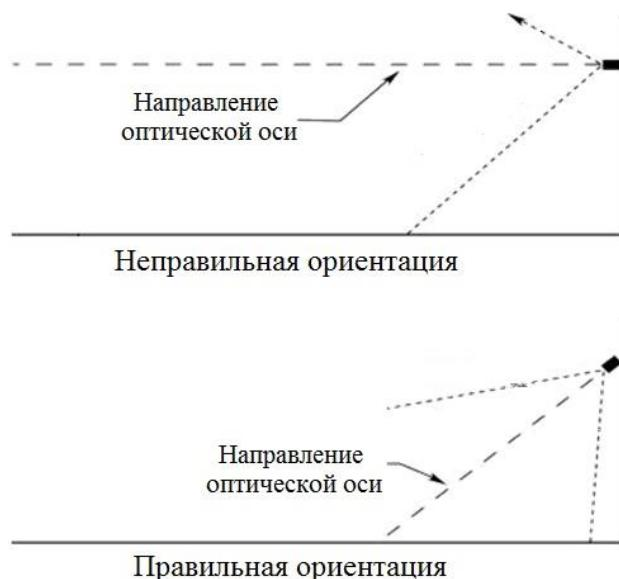

Рисунок 4 – Установка термокожуха с ИК-подсветкой по отношению к горизонту
- ИК-подсветку рекомендуется нацеливать на объект по нисходящей под углом к горизонту, по крайней мере, 10 - 20 градусов (см. рис. 4). Такая установка предотвращает скопление влаги на смотровых окнах.
- Открутить болт крепления крепежно-юстировочного устройства (5) и отсоединить от него термокожух, рис. 4;
- Определить место установки и закрепить крепежно-юстировочное устройство (6) к рабочей поверхности;
- Открутить фиксирующие винты и извлечь наполовину основание (заднюю крышку) сшиной из корпуса термокожуха, рис. 4;